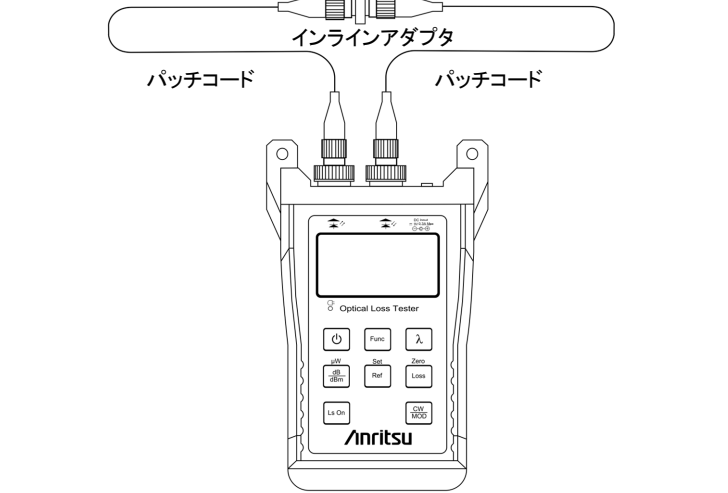

図3 光ロス測定のセットアップ
- 本器の光出力コネクタ(光源)に接続されているパッチコードに、インラインアダプタを介して被測定ファイバを接続します。被測定ファイバのもう片端を本器の光入力コネクタ(光パワーメータ)に接続します(図 3 を参照)。